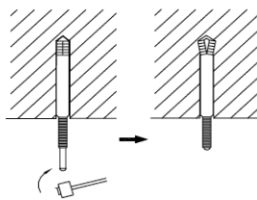

Fig. 7
- (3) Installez les boulons d'ancrage dans les trous réalisés et dans chaque boulon introduisez une goupille à l'aide du marteau. (Fig. 7)